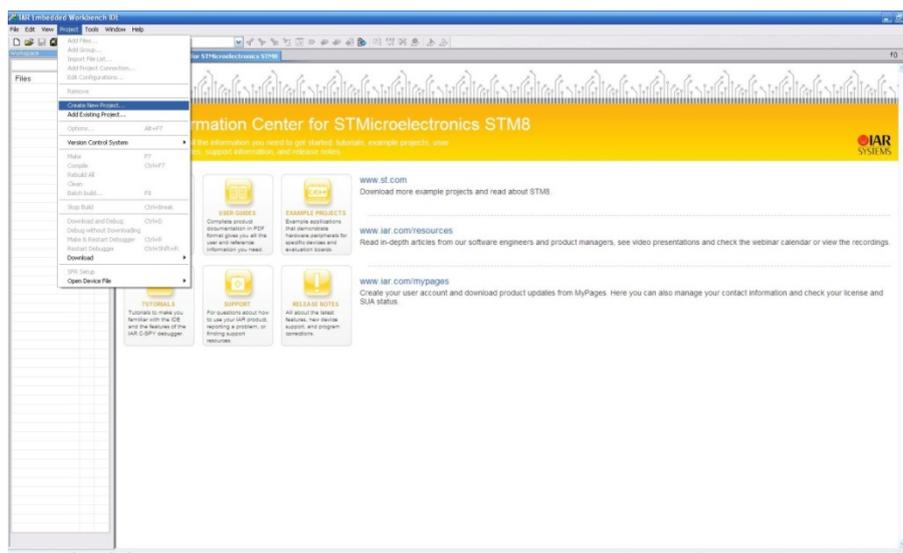

Рис. 2.2. Окно создания нового проекта
2. Для создания нового проекта необходимо зайти в меню *Project* и выбрать пункт *Create new project...* (рис. 2.2).